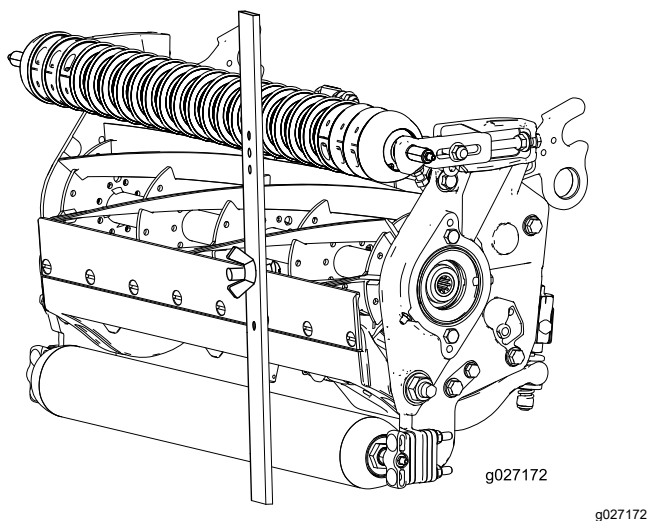

Рисунок 17
4. Зацепите головку винта за режущую кромку неподвижного ножа и прислоните задний конец планки к заднему валику (Рисунок 17).
5. Поворачивайте регулировочный винт до тех пор, пока передний валик не коснется измерительной планки (Рисунок 17).